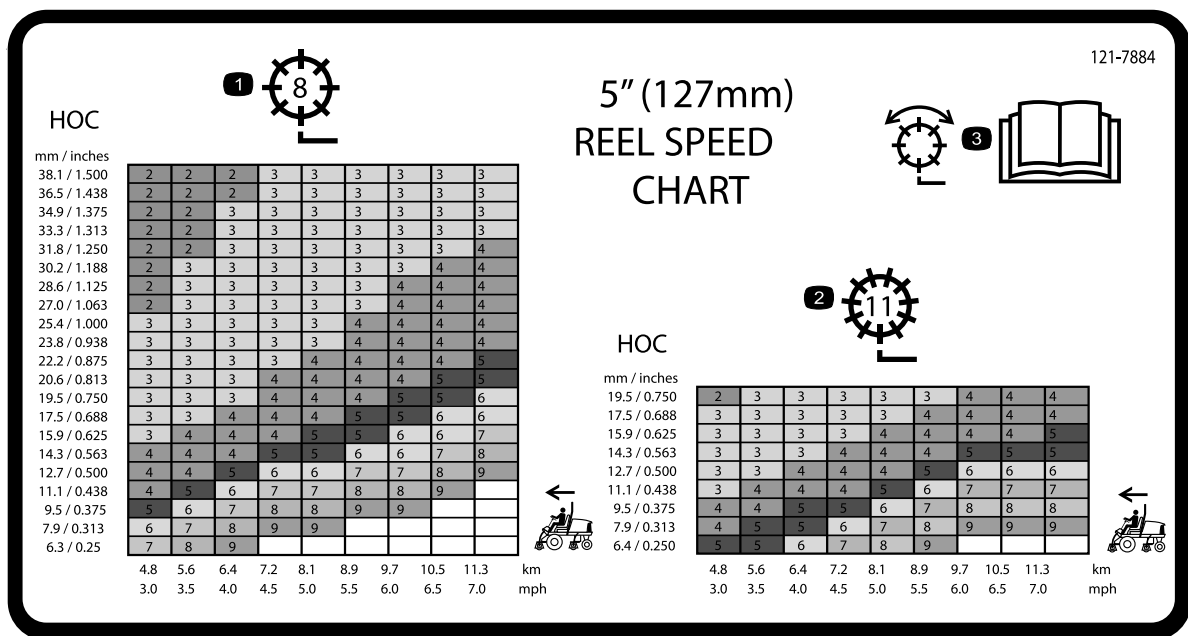
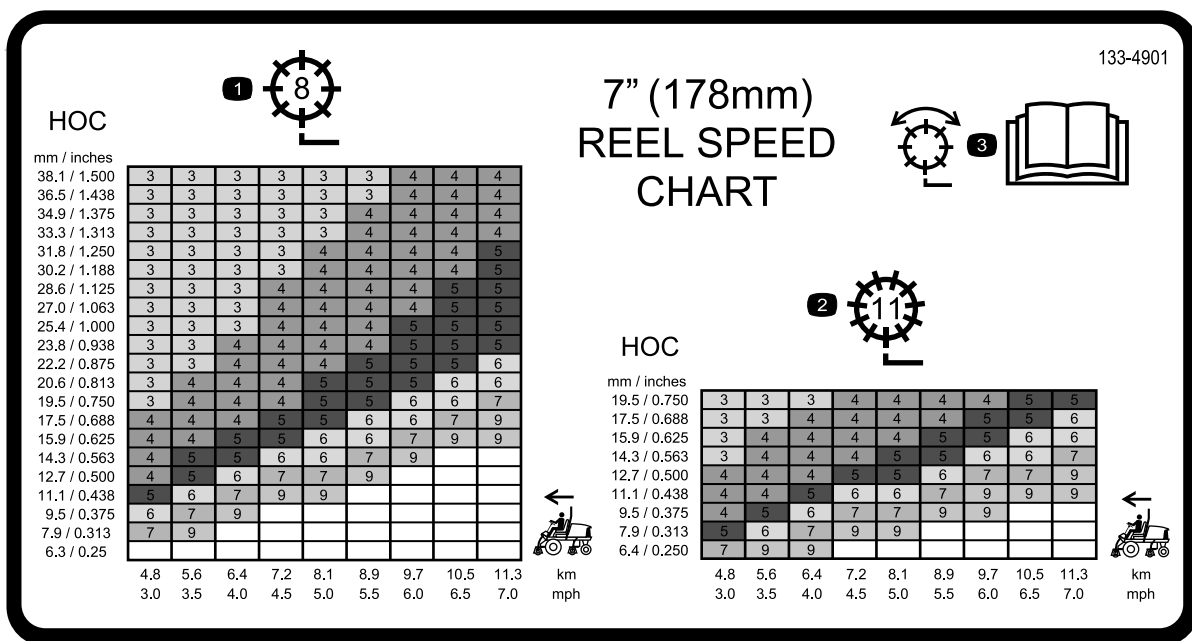

图 35
图 36
3. 使用滚刀速度图标贴图 35 和图 36 上的图表确定适当的滚刀速度设置。